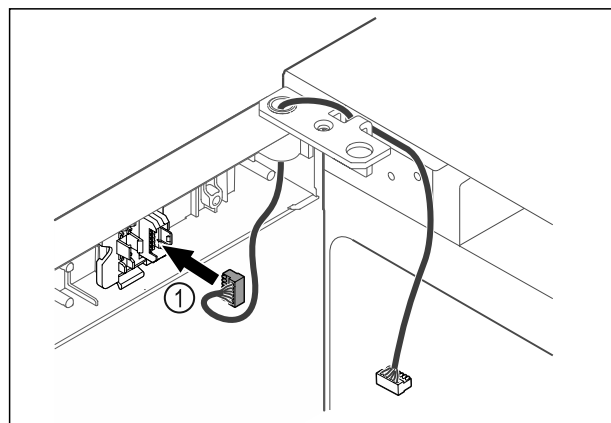

Fig. 49
- Τοποθετήστε το φινιρίσμα Fig. 49 (1) στο στήριγμα του φινιρίσματος.